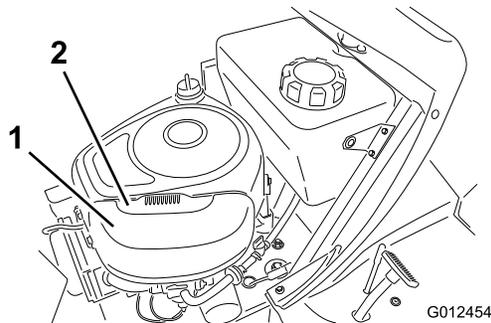

Figura 22
2. Tire hacia arriba del asa de la tapa del limpiador de aire y gírela hacia el motor (Figura 22).